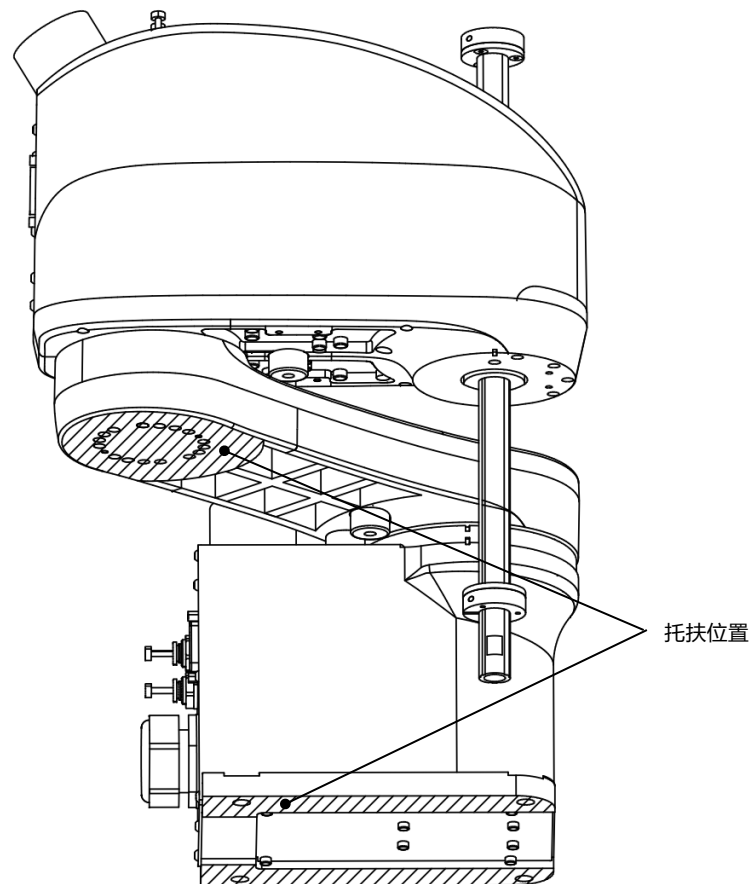

图 6-3 搬运操作机托扶位置示意图
- 搬运机器人时，请将机器人固定在搬运工具（如推车）上，或用手托住阴影部分（第1机械臂的下面和底座下面，参考图 6-3）并由2人以上人员进行搬运；